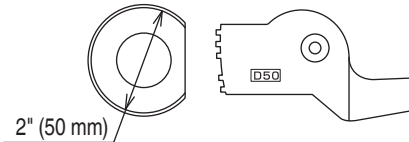

Fig. 58
5. Center Roller (D 50) Set (Fig. 58)(Code No. 321446)